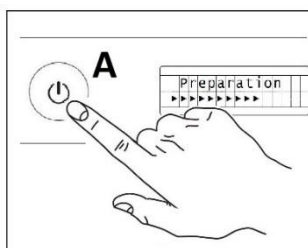

Fig.10
- 4- Fermer la porte et appuyer sur le bouton "A". (Fig.10)